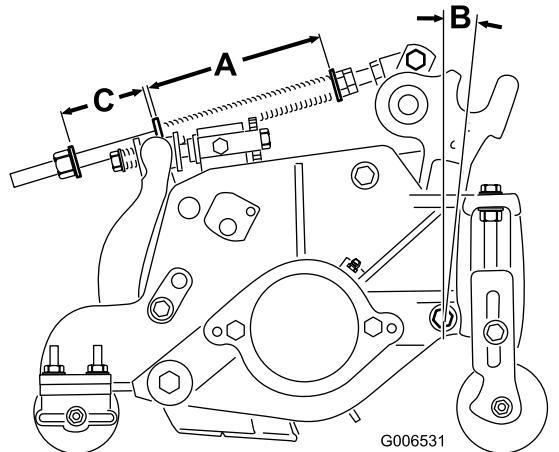

Figura 20
A mola de compensação (Figura 20) transfere peso do rolo dianteiro para o rolo traseiro. Isto ajuda a reduzir o efeito ondulado na relva, também conhecido como “bobbing”.
1. Aperte a porca de bloqueio na parte posterior da haste da mola até que a folga (C) entre a parte posterior do suporte da mola e a parte da frente da anilha seja de 51 mm (Figura 20).
- Aperte as porcas sextavadas na extremidade dianteira da haste da mola até que o comprimento da mola em compressão (A) seja de 159 mm (Figura 20).
Nota: Ao cortar relvados ondulados, aumente o comprimento de mola comprimida (A) e a largura da folga (C) 13 mm (Figura 20).